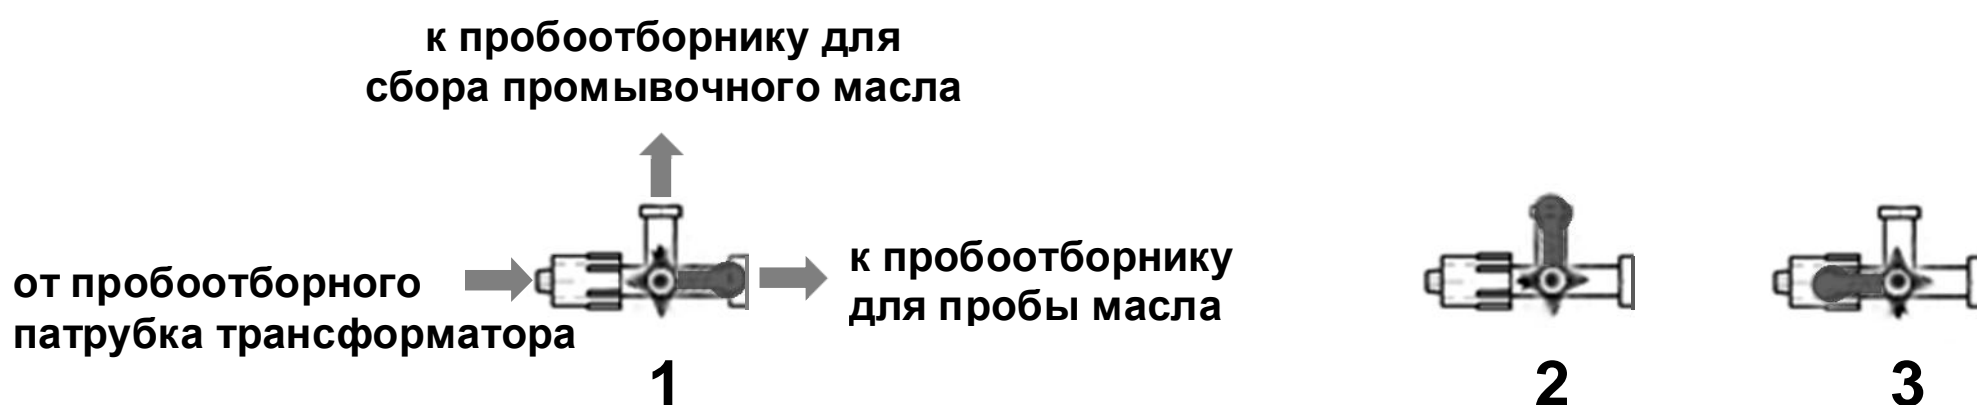

Рис. 3. Положения ручки трехходового краника
7.5. Перед отбором пробы слейте в пробоотборник (7) небольшое количество масла для промывки и удаления загрязнений,
которые могут находиться в пробоотборном патрубке (5). При этом промывается внутренний объем соединительной трубки (1). Для этого (См. рис. 3):
- переведите трёхходовой краник (2) в положение **1** (Рис. 3) – отбираемое масло будет направлено в пробоотборник (7);
- осторожно откройте пробоотборный вентиль (6);
7.6. Придерживая пробоотборник (8), переведите трёхходовой краник (2) в положение **2** (Рис. 3) – отбираемое масло будет направлено в пробоотборник (8).
- переведите трёхходовой краник (2) в положение 1 (Рис. 3)
- масло будет направлено в пробоотборник (7);
- аккуратно скрутите переходник типа «П» (4) с пробоотборника (8);
- не надавливайте на гибкую оболочку пробоотборника (8) после отсоединения переходника типа «П» (4) с трёхходовым краником (2) – возможно расплёскивание масла.
- закрутите с достаточным усилием крышку пробоотборника (8);
- аккуратно выкрутите переходник типа «Т» (3) из пробоотборного вентиля (6);
- выждете, пока остатки масла сольются из пробоотборного вентиля (6) и соединительной трубки (1) в пробоотборник (7).
- переведите трёхходовой краник (2) в положение 3 (Рис. 3)
- масло не будет поступать в пробоотборники (7) и (8);
- аккуратно скрутите переходник типа «П» (4) с пробоотборника (8), не надавливая на гибкую оболочку, и закрутите с достаточным усилием крышку пробоотборника (8);
- присоедините пустой пробоотборник через переходник типа «П» (4) к трёхходовому кранику (2);